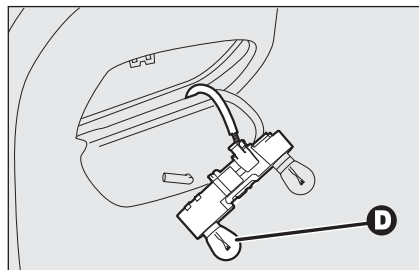

fig. 35
- ☐ rimuovere e sostituire la lampada interessata spingendola leggermente e ruotandola in senso antiorario **fig. 35**;